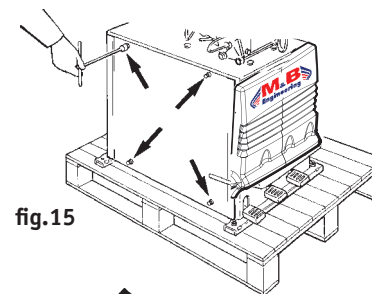

fig.15
- Togliere le 4 viti del coperchio laterale con chiave di 10mm (fig.15) e smontare il coperchio laterale.
- Remove the 4 side cover screw with a 10 mm spanner (fig.15); Remove the side cover.
- Rimontare lo sportello laterale (fig.15) applicando le 4 viti TEM6 flangiate autofilettanti con una chiave di 10mm.
- Re-mount the side cover (fig.15) with the 4 TEM6 flanged self-tapping screws with a 10 mm spanner.